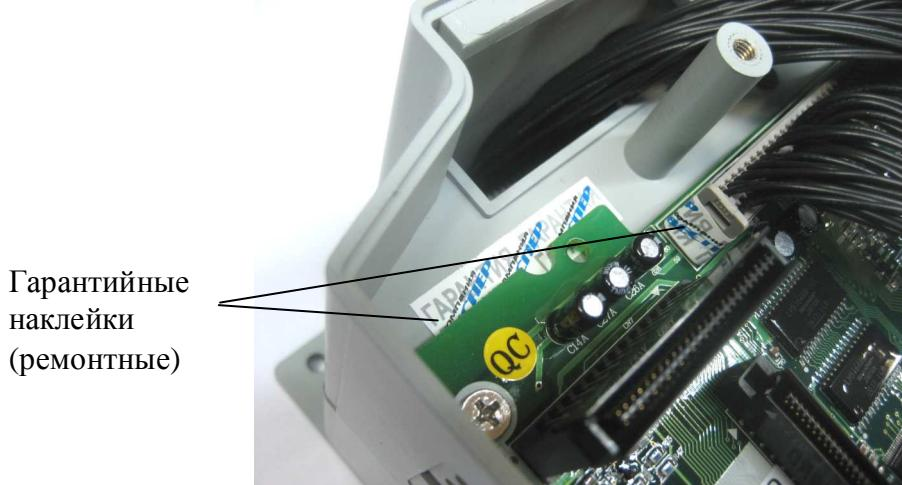

Рис. 8.3. Положение ремонтных гарантийных наклеек.
- 8.15. Наклеить ремонтные гарантийные наклейки в соответствии с рис. 8.3.